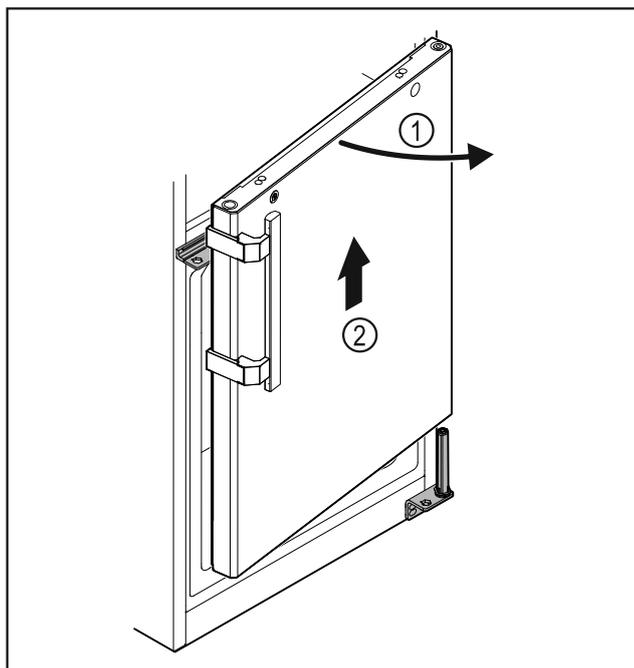

Fig. 34
- Ouvrir légèrement la porte, la soulever Fig. 34 (1) droite d'environ 200 mm et la retirer Fig. 34 (2).